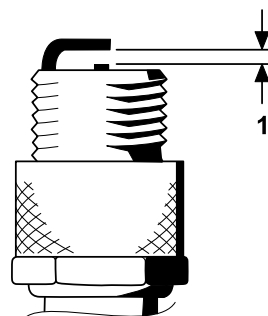

Figure 34
4. Réglez l'écartement entre les électrodes centrale et latérale à 0,76 mm (0,030 po), comme montré à la Figure 34.